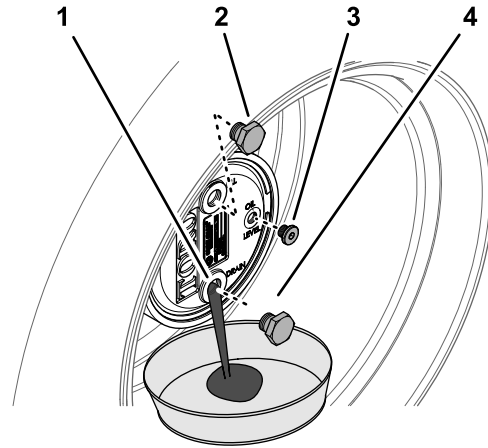

Figura 74
2. Retire o tampão de enchimento da posição das 12 horas e o tampão de verificação da posição das 3 horas (Figura 74).
3. Coloque o recipiente de escoamento por baixo do cubo da roda, retire o tampão de drenagem e deixe o óleo escorrer até drenar completamente (Figura 74).
5. Instale o tampão de drenagem no orifício de drenagem da caixa da engrenagem planetária (Figura 74).